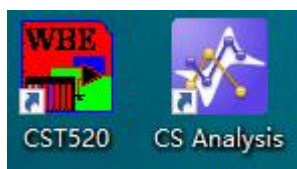

图 2.5 CST520 测试软件及分析软件图标
(5) 点击“安装 CST520”安装测试软件，CST520 软件将安装在用户指定的硬盘目录中，并在桌面创建一个“CST520”快捷方式，如图 2.5 所示。安装完成后退出安装程序。